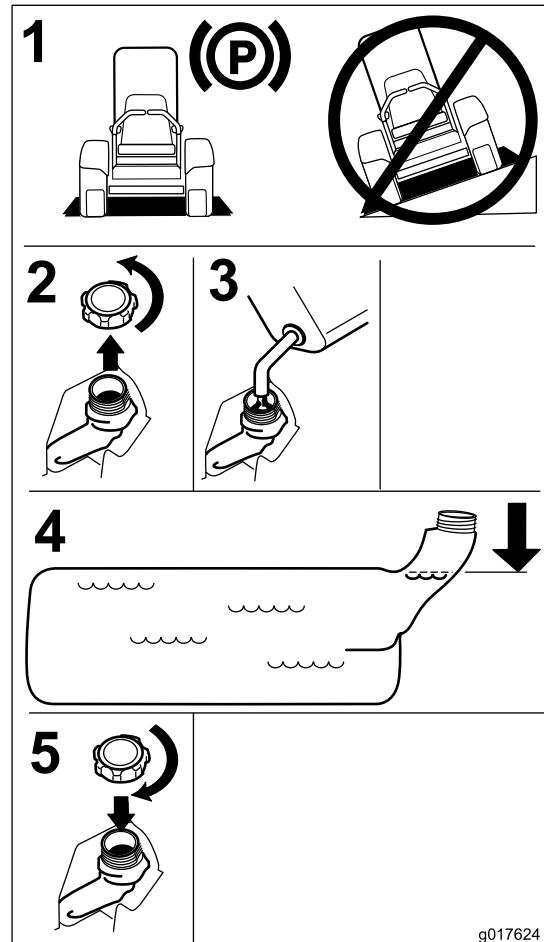

図 6
4. 燃料タンクの首の根元まで燃料を入れる。温度が上昇して燃料は膨張したときにあふれないように、必ず上部に空間を確保すること(図 6)。